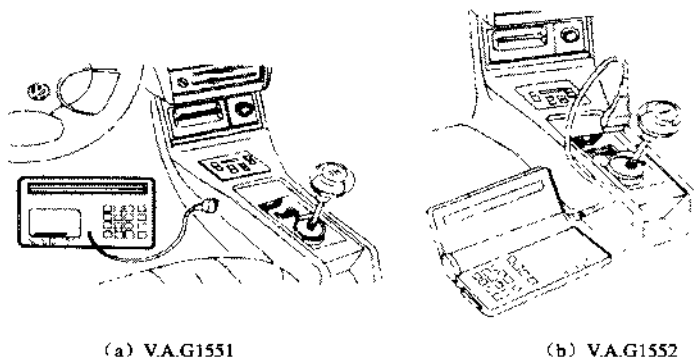

图 8.1 仪器连接
- ① 关闭点火开关。
- ② 打开位于换挡杆前端防尘罩下的诊断接口盖板。
- ③ 将诊断线 V.A.G1551/3 的 5 针插头与 V.A.G1551 或 V.A.G1552 连接, 另一端与诊断接口连接 (见图 8.1)。